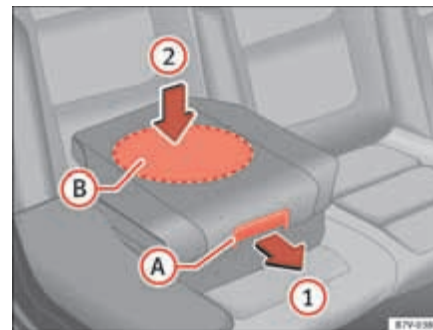

Abb. 33 Integrierter Kindersitz: Sitzpolster zurückklappen.
- Sitzpolster am Entriegelungshebel ⇒ Abb. 33 **A** in Pfeilrichtung **1** nach vorn ziehen.
Beim Zurückklappen des integrierten Kindersitzes nur in der Mitte auf das Sitzpolster drücken ⇒ Seite 53, Abb. 33 ②. Andernfalls kann sich das Sitzpolster verkanten und nicht sicher einrasten. ■